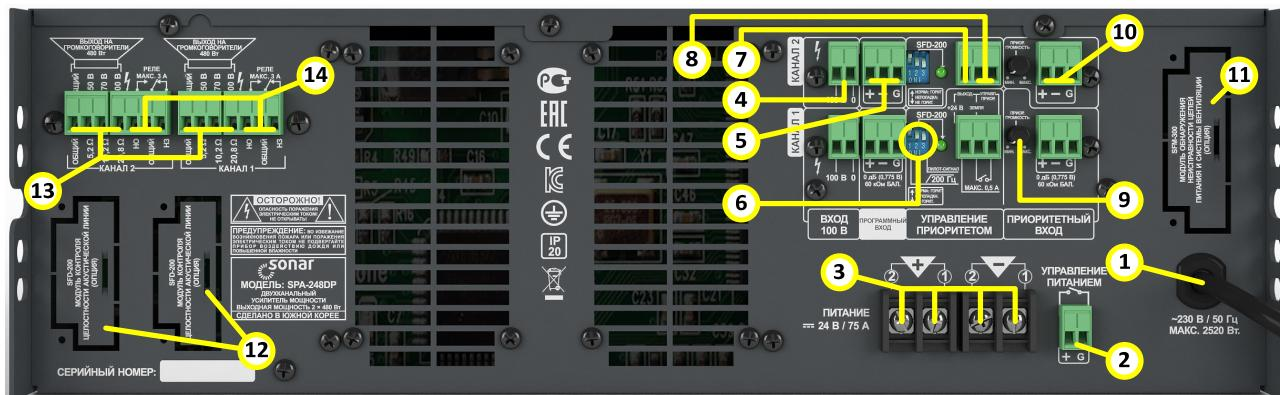

Рисунок 2 - SPA-248DP
5.2.2 Задняя панель УМ (рис. 2, 3, 4):
- «СЕТЕВОЙ РАЗЪЁМ» – для подключения сетевого шнура основного питания 230 В (1);
- «УПРАВЛЕНИЕ ПИТАНИЕМ» - вход типа «открытый коллектор» для получения сигнала включения электропитания УМ от внешних устройств. Функционально дублирует переключатель питания (1. п. 5.2.1) на лицевой панели. (2);
- «РЕЗЕРВНОЕ ПИТАНИЕ» - барьерные клеммные колодки для подключения источника резервного питания 24 В (3);
- «ВХОД 100 В» - Вход с аттенюатором для подключения 100 В линии от другого усилителя мощности, с целью продублировать аудиосигнал сигнала для служебной и коммерческой трансляции (4);
- «ПРОГРАММНЫЙ ВХОД» - разъём для подключения источников линейного аудиосигнала служебного и коммерческого назначения (5);
- DIP-выключатель, для включения обрезного ФВЧ на частоте 100 Гц – №1; для подачи питания на встраиваемый модуль Sonar SFD-200 с индикатором активности - №2 (6);
- «ВЫХОД 24 В» - контакты разъёма для управления внешним оборудованием посредством подачи напряжения постоянного тока 24 В, в момент срабатывания контактов управления (7);
- «УПРАВЛ. ПРИОР» - вход типа «открытый коллектор» для получения управляющего сигнала от внешних устройств, для активации приоритетного входа (8);
- «ПРИОР. ГРОМК.» - регулятор уровня громкости сигнала на приоритетном входе (9);